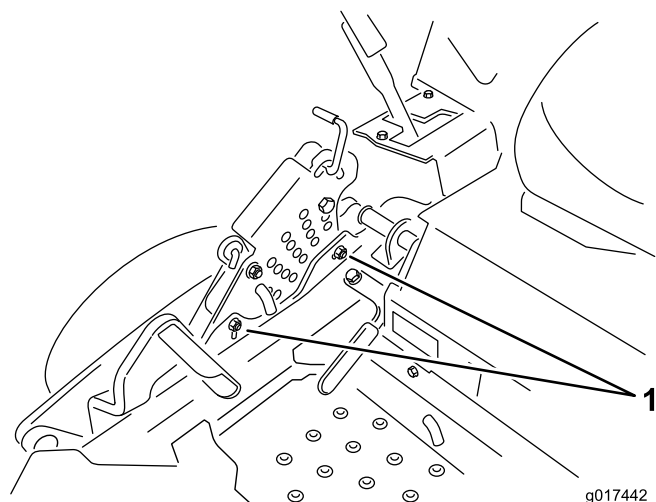

Figura 72
12. Para ajustar el sistema de ajuste de un solo punto, afloje los dos pernos situados cerca del borde inferior de la pletina de altura de corte. Consulte Figura 72.
14. Apriete los dos pernos situados cerca del borde inferior de la pletina de altura de corte (Figura 72). Apriete a 37–45 Nm.